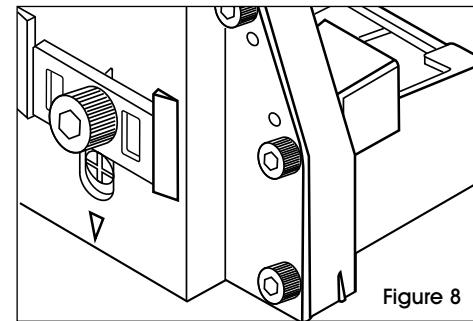

Figure 8
**REMARQUE :** Un petit triangle situé de chaque côté du cadre permet de repérer la position de l'agrafe. (Voir Figure 8)